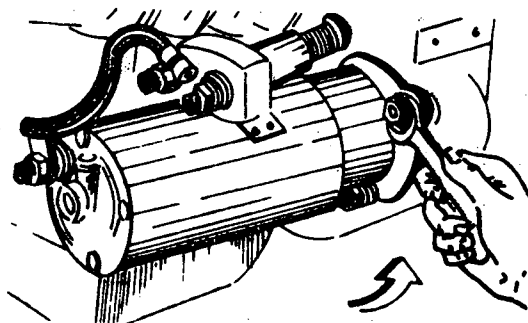

Fig. 8
- c Retire os parafusos de fixação do motor de partida (fig.8)